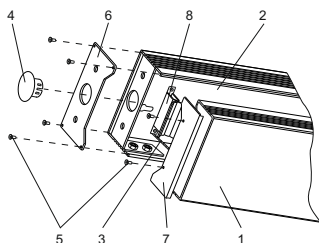

Рисунок 2
4.3 Конструкция светильника позволяет создавать равномерную и непрерывную световую линию, соединяя светильники в ряд. Для этого необходимо (рисунок 2):